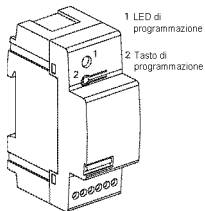

Fig. 2
- Collegare il modulo di controllo come illustrato in fig. 2 (consultare anche le informazioni sul collegamento nella sezione "Dati tecnici").